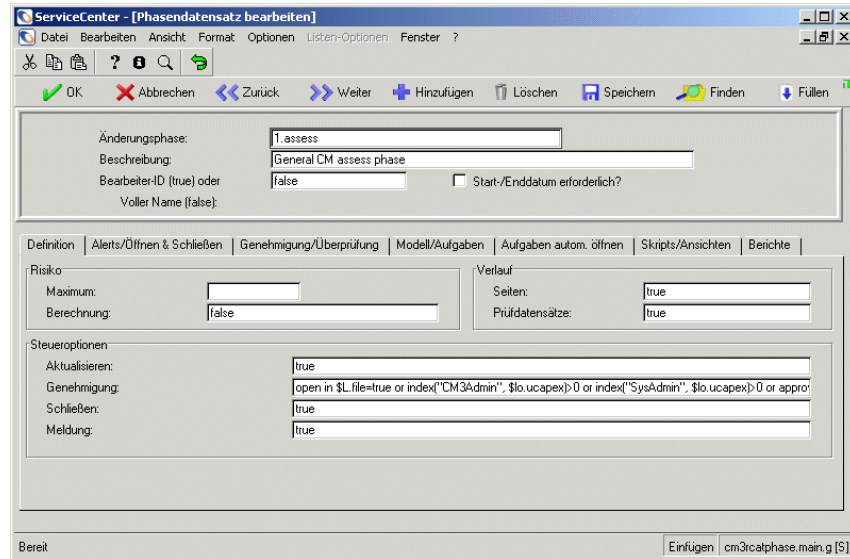

Abbildung 10-26: Vorhandener Phasendatensatz
- 7 Wählen Sie **Phase finden** im Menü **Optionen** aus. Abbildung 10-26 zeigt den ausgewählten Phasendatensatz.